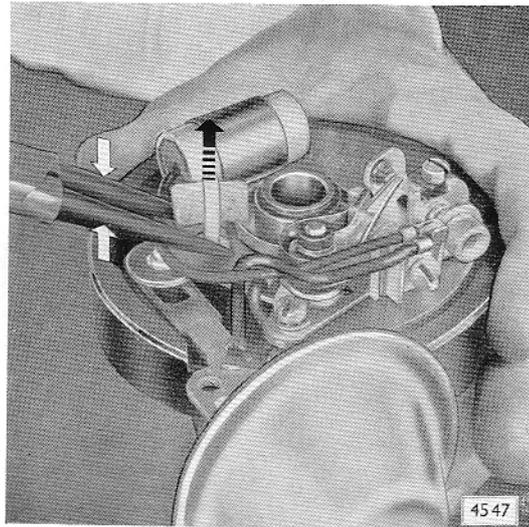

Bild D 3 - Nylonhalter mit Schmierfilz ausbauen – bei abgenommenem Nocken gezeigt
4. Mit schlanker Rundzange Nylonhalter des Schmierfilzes unten zusammendrücken und nach oben aus Grundplatte herausnehmen (Bild D 3).